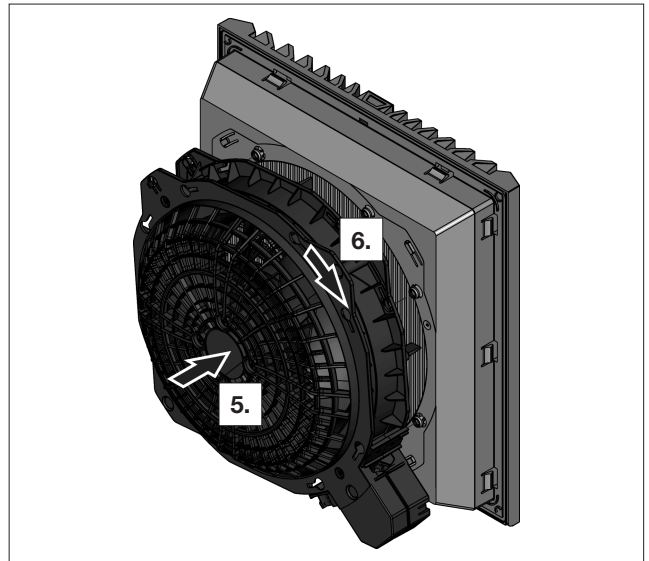

Bild 12: Låsning av bajonettlås
- Sätt tillbaka fläkthuset på filterlådan (se bild 12).